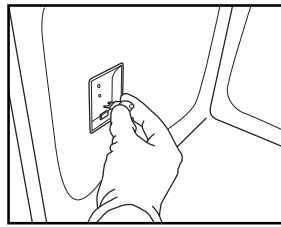

fig. 8
4. Skift ut pæren (se type i anmerkning) (fig. 8).